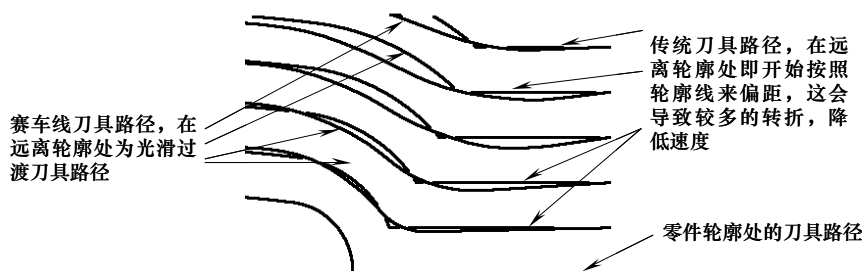

图 4-13 赛车线刀具路径与传统刀具路径的比较
(2) 光顺余量 光顺余量即赛车线加工方法。赛车线刀具路径是 PowerMILL 软件拥有专利的高速粗加工策略。该技术使刀具路径在许可步距范围内进行光顺处理，远离零件轮廓的刀具路径用大段的圆弧曲线代替轮廓偏置线，使刀具路径在形式上就像赛车道。图 4-13 所示是赛车线刀具路径与传统刀具路径的比较。